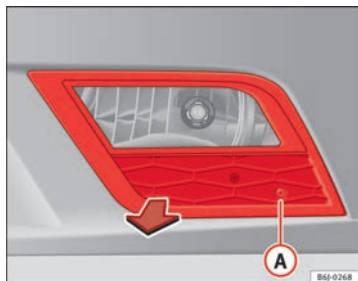

Fig. 157 Faro fendinebbia
- Rimuovere la vite ⇒ fig. 157 (A) della griglia del faro fendinebbia con un cacciavite.